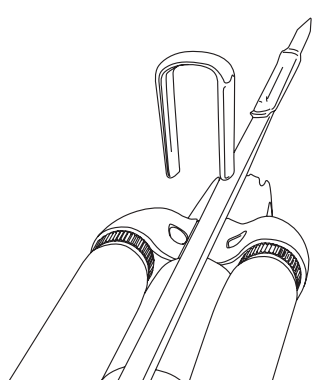

fig. 3.1a
3.1- CARACTÉRISTIQUES SPÉCIFIQUES DE LA SÉRIE VODOO (fig. 3.1a)